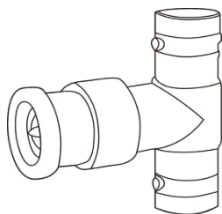
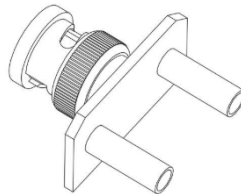

図1 BNCオス-デュアルメス変換アダプター
図2 BNCオス→バナナプラグメス2口
- ✎ BNCオス-デュアルメス変換コネクタ（図1参照）の一端を50オームの負荷に接続し、もう一端を図2に示すBNCオス-デュアルバナナメス変換コネクタに接続する。オス端子を標準信号発生器に接続し、信号発生器の出力をオフにする。